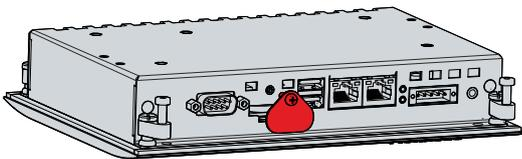

Abb. 18: CP6606\_Zugang Batterie und Speichermedium
2. Stecken Sie die neue Batterie per Hand in den PC. Achten Sie dabei auf die richtige Polung wie in Abbildung 18 dargestellt.